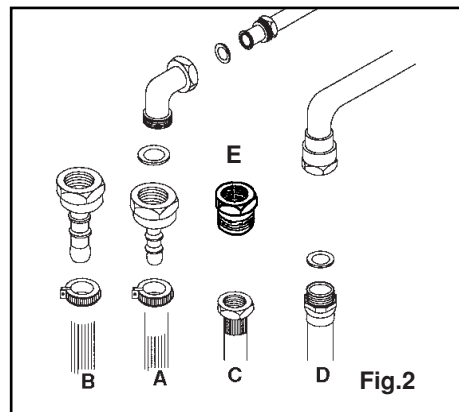

Fig.2
- L'Espagne, L'Italie, Le Portugal, le Luxembourg, la Grèce autorisent leur raccordement au moyen d'un about et d'un tuyau souple comme indiqué en B (fig.2). Pour ces pays, les abouts doivent être conformes aux normes nationales en vigueur. Pour le Danemark, les Pays-Bas, l'Irlande, le raccordement est obligatoirement réalisé en utilisant la pièce E (fig. 2) et des tuyaux flexibles comme indiqué en C (fig. 2) ou des tubes rigides.
L'Angleterre autorise le raccordement comme indiqué en D. Fig.2.